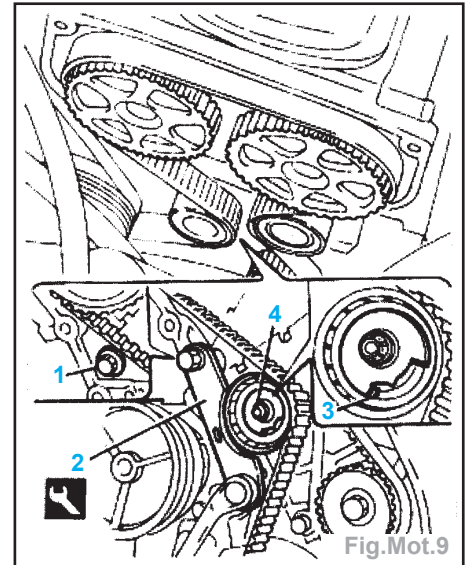

Fig.Mot.9
- Déposer la vis (1) et positionner l'outil (2) 1 860 876 000 de réglage, régler la tension maximum de façon à ce que l'index mobile (3) du tendeur soit à fond de course, bloquer l'écrou (4) (Fig.Mot.9).